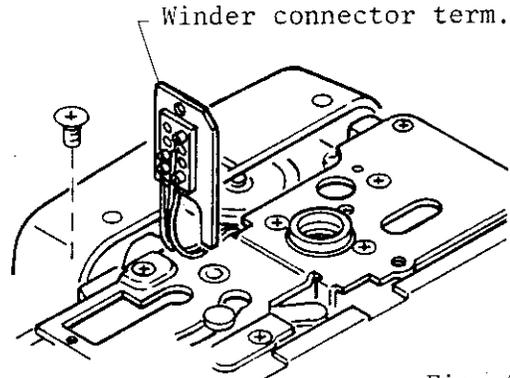
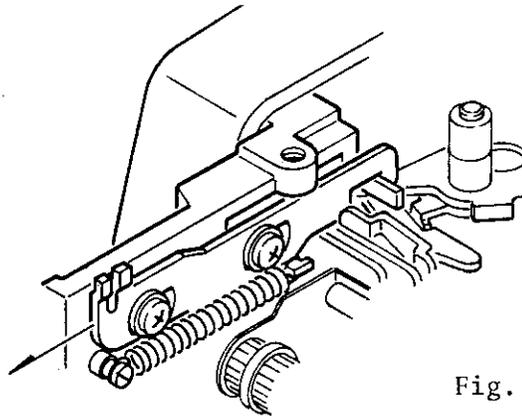

Fig. 26
Fig. 27
- (Fig. 26)
2. Remove the (A) spring.
- (Fig. 27)